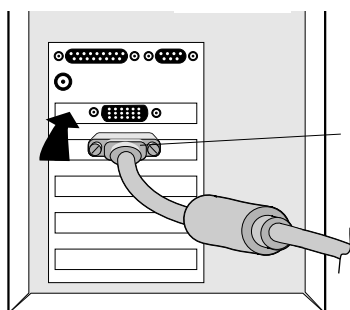

Abbildung A.1
2. Beim PC : Schließen Sie den 15-poligen Mini-D-SUB-Stecker des geeigneten Videosignalkabels an die Buchse der Grafikkarte Ihres Rechners (**Abbildung A.1**) an. Ziehen Sie alle Schrauben fest.